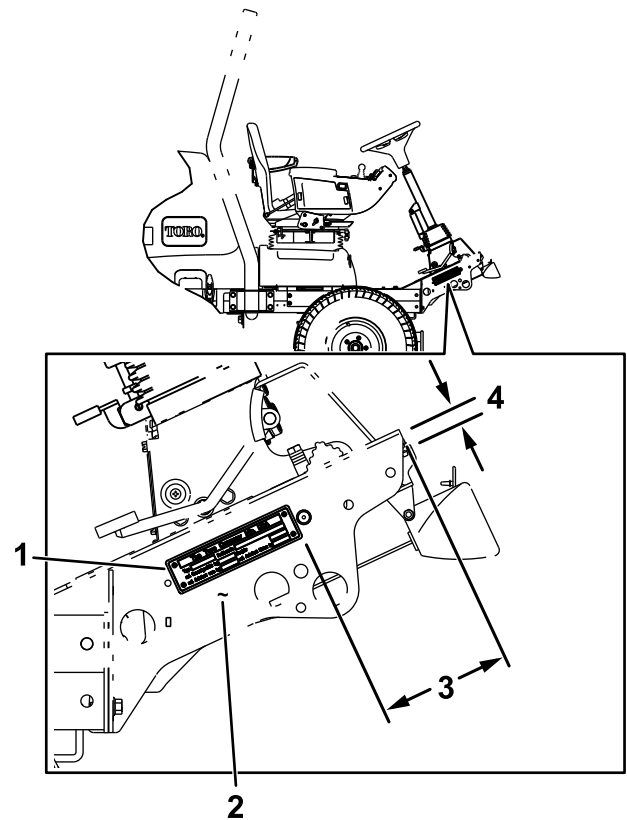

Bild 24
4. Halten Sie die Seriennummernplatte an der rechten Seite der Maschine 6 mm über der unteren Kante (**Bild 24**). Verwenden Sie die Seriennummernplatte als Schablone und bohren Sie vier 3 mm große Löcher.
6. Stempeln Sie die Seriennummer in der Nähe der Seriennummernplatte auf den Rahmen (**Bild 24**).